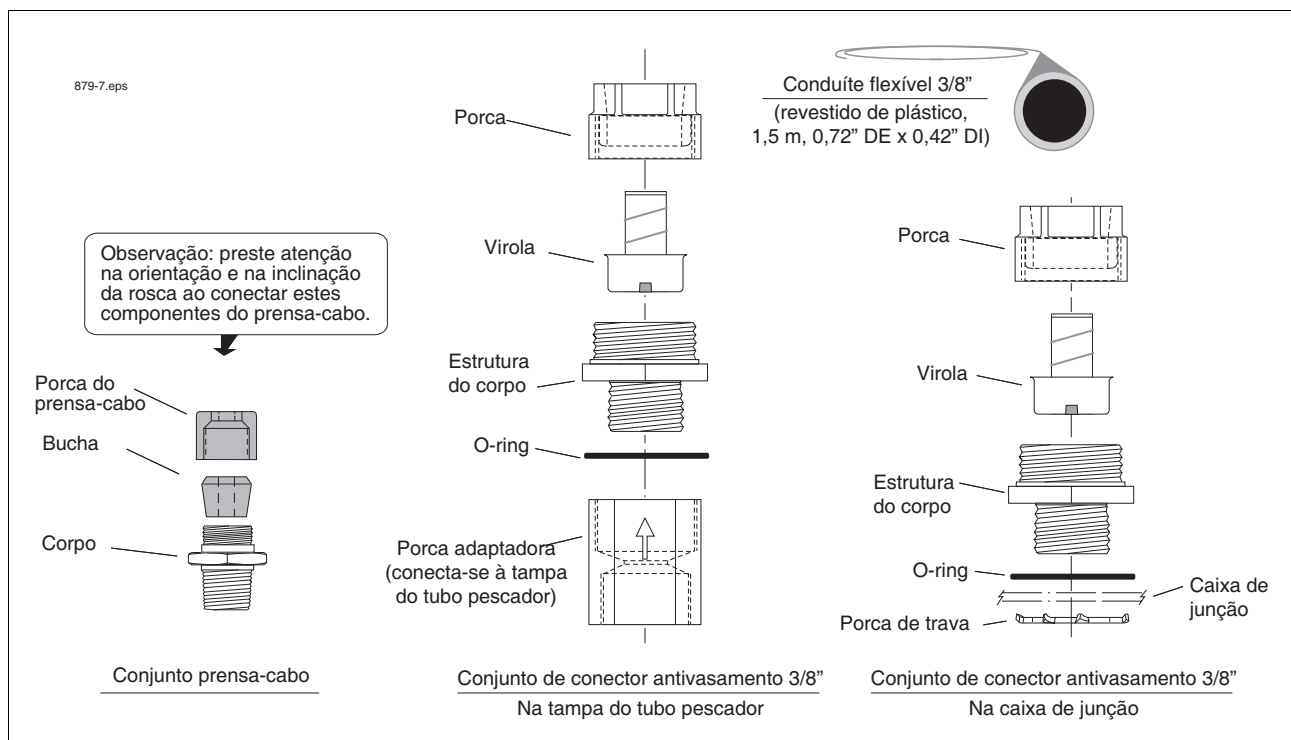
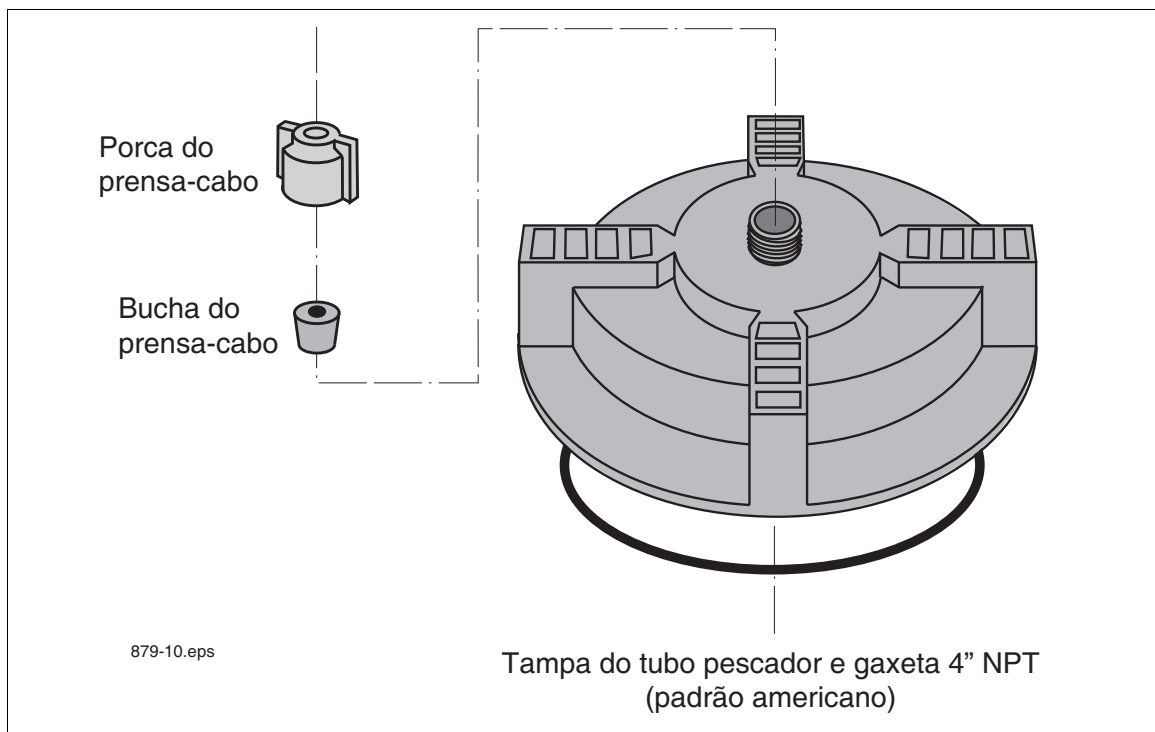
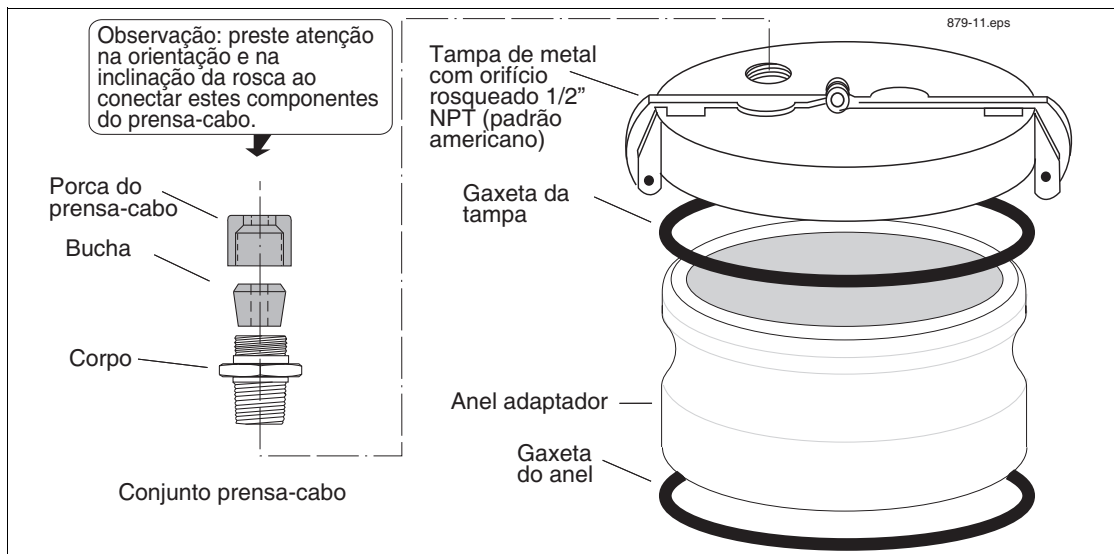

Figura 8. Kit de instalação de sonda Mag em tanque aéreo
Figura 11. Kit de tampa e prensa-cabo
Figura 12. Kit de tampa de metal e anel
Este kit é recomendado quando a instalação de sondas Mag for feita em tanques aéreos. Este kit contém determinada quantidade de conduíte flexível, conectores, etc., para acesso mais fácil à sonda. O conteúdo do kit está listado na Tabela 4 e ilustrado na Figura 8.
Este kit de tampa de tubo pescador (Tabela 7) contém uma tampa não metálica que rosqueia no tubo pescador 4" NPT (Figura 11). A tampa vem perfurada e rosqueada com um prensa-cabo.
Este kit de tampa de tubo pescador contém um anel adaptador que rosqueia no tubo pescador 4" NPT e uma tampa de metal de fácil remoção que se encaixa no anel (Tabela 8). A tampa vem perfurada e rosqueada com um prensa-cabo (Figura 12).
1. Se estiver usando uma tampa de peça única (ver Figura 11 na página 18), empurre a ponta do cabo da sonda através do prensa-cabo e porca do prensa-cabo e pela tampa, deixando uma quantidade mínima de sobra entre a sonda e a tampa. Com as mãos, rosqueie a tampa no tubo pescador até que a gaxeta encoste no tubo. Depois, use um martelo para bater levemente na tampa a fim de apertá-la por mais 3/4 de volta. Siga a etapa 3.
2. Se estiver instalando a tampa de metal e o anel adaptador (ver Figura 12 na página 19), rosqueie o anel no tubo pescador 4" até que a gaxeta entre em contato com o tubo. Depois, use uma chave grifo para apertá-la por mais 3/4 de volta. Enfie o cabo através da tampa de metal e prensa-cabo. Depois, encaixe a tampa no anel.
1. Se estiver usando uma tampa de peça única (ver Figura 11 na página 18), empurre a ponta do cabo da sonda através da tampa e do prensa-cabo, deixando uma quantidade mínima de sobra entre a sonda e a tampa. Descarte a porca do prensa-cabo e coloque na tampa a porca adaptadora do kit de tanque aéreo (ver Figura 8 na página 15). Aperte a porca adaptadora até que o cabo esteja firmemente preso. Siga a etapa 3.
2. Se estiver instalando a tampa de metal e o anel (ver Figura 12 na página 19), rosqueie o anel no tubo pescador 4" até que a gaxeta entre em contato com o tubo. Depois, use uma chave grifo para apertá-la por mais 3/4 de volta. Usando vedação para tubos aprovada pela UL (Underwriters Laboratories) e adequada para os combustíveis envolvidos, rosqueie o conjunto prensa-cabo no orifício de rosca e aperte. Coloque o prensa-cabo no conjunto. Descarte a porca do prensa-cabo e rosqueie frouxamente no conjunto prensa-cabo a porca adaptadora do kit de tanque aéreo (ver Figura 8 na página 15). Enfie o cabo através da tampa de metal, prensa-cabo e porca adaptadora. Depois, encaixe a tampa no anel. Certifique-se de que há uma quantidade mínima de sobra entre a sonda e a tampa. Depois, aperte a porca adaptadora até que o cabo esteja firmemente preso.
3. Depois, monte os conectores antivasamento de líquidos nas duas pontas do conduíte flexível conforme mostrado na Figura 8. Enfie o cabo através do conjunto de conduíte flexível e na caixa de junção. Em uma ponta do conjunto de conduíte flexível, conecte a porca adaptadora e, na outra ponta, conecte a caixa de junção.